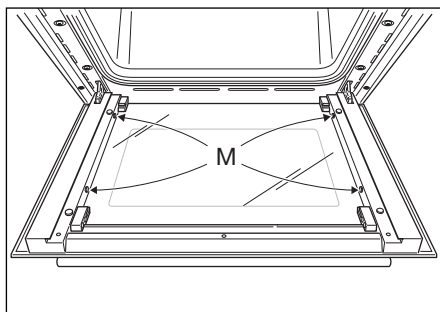

Fig. 42a
- Vérifiez que les quatre patins en caoutchouc sont en place « M » sur la Fig. 42a).